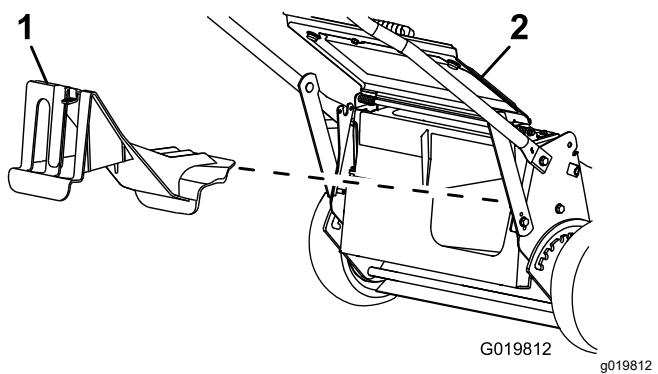

Figure 17
- Si l'obturateur d'éjection arrière n'est pas installé, saisissez-le par la poignée, relevez le déflecteur arrière et insérez-le dans la goulotte d'éjection arrière jusqu'à ce que le dispositif de verrouillage s'enclenche; voir Figure 17.